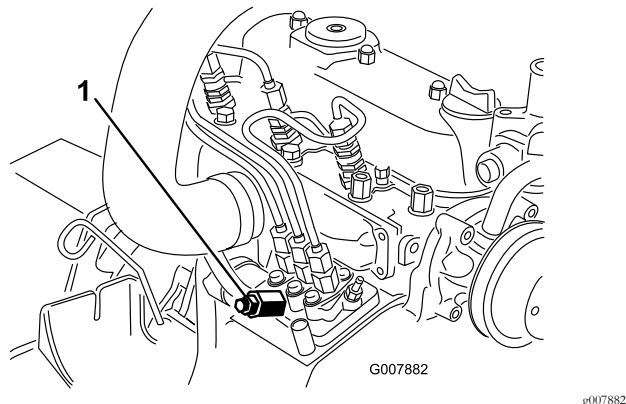

図 41
3. 燃料噴射ポンプについているエア抜きねじの下にウェスを敷いてねじをゆるめる 図 41。